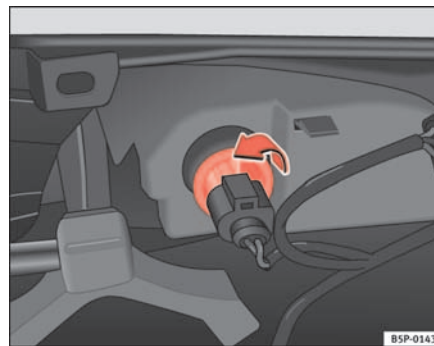

Fig. 192 Farolim pelo lado interior do pára-choques
- Rodar o porta-lâmpadas para a esquerda e extraí-lo no sentido da seta ⇒ fig. 192.